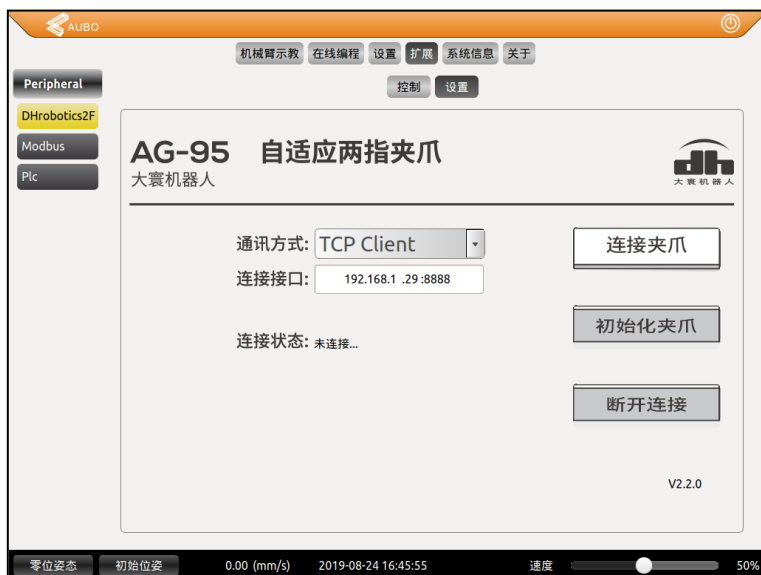

图 5.46 连接说明
4. 点击**初始化夹爪**按钮, 夹爪将自动初始化, 连接状态从未连接→已连接, 且已初始化。如图 5.46 所示。